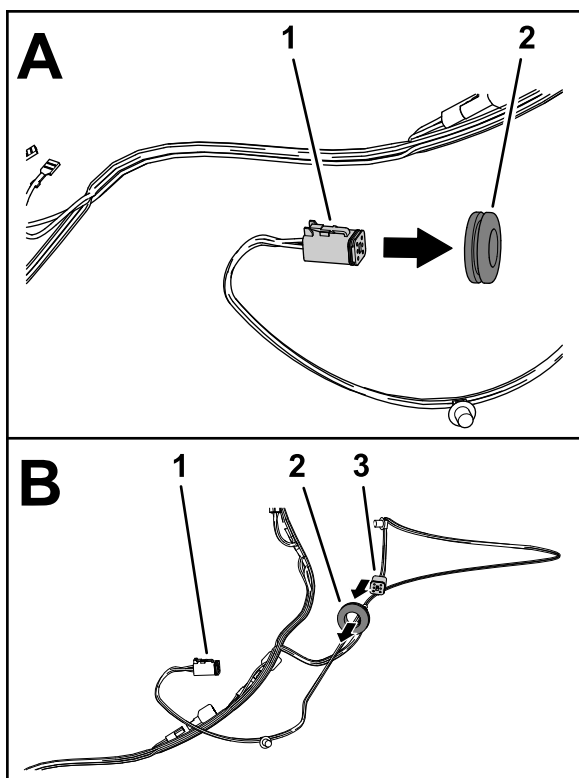

Figura 8
2. Allineate il connettore a 6 prese per L'INDICATORE DI DIREZIONE ANTERIORE SINISTRO/SPIA DI FUNZIONAMENTO della diramazione di 99 cm (39") del cablaggio preassemblato attraverso il gommino (Figura 8).